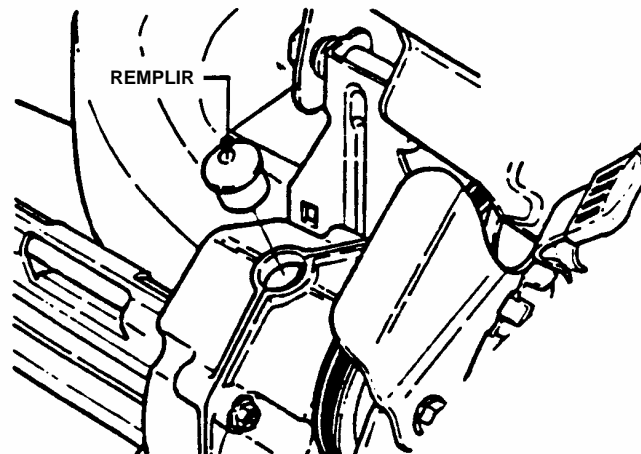

FIGURE 3.2
1. Retirez le bouchon du carter. Voir figure 3.2.
2. Si vous NE VOYEZ PAS d'huile sur le pignon d'entrée (le petit pignon en dessous du trou de remplissage), ajoutez de l'huile Snapper 00 jusqu'à recouvrir le pignon. Voir figure 3.2.